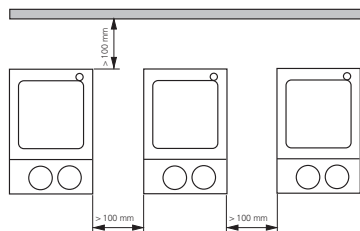

Fig. 2
- Tenga en cuenta las distancias mínimas (según lo en fig. 2 representada) entre aparatos y entre el aparato y la pared que se encuentra encima de la estructura (min. 800mm).